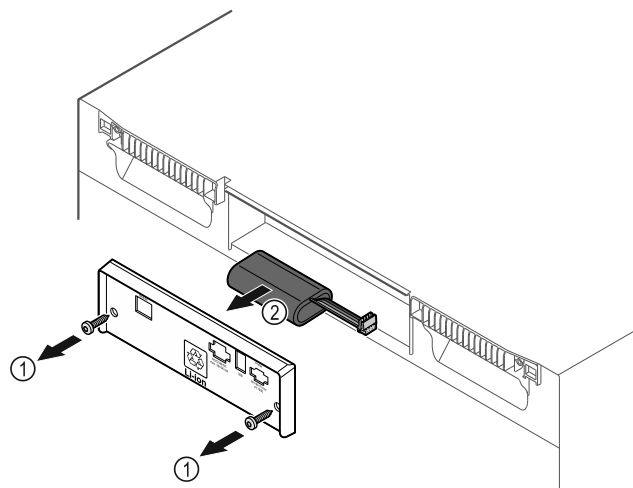

Fig. 235
- Vyšroubujte šrouby a odstraňte kryt na zadní straně spotřebiče Fig. 235 (1).
- Odpojte a vyjměte baterii Fig. 235 (2).